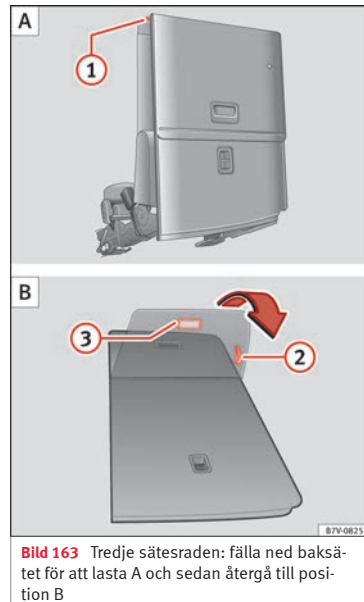

Bild 163 Tredje sätesraden: fälla ned baksätet för att lasta A och sedan återgå till position B
- Dra om nödvändigt i spaken » bild 163 ❷ för att flytta sätet till önskat läge.
- När sätet är nedfällt får inga barn eller andra personer sitta i det » ❸.
- Ta bort alla föremål från fotutrymmet framför och bakom baksätet » ❶.
- Dra spaken » bild 163 ❶ bakåt och fäll ryggstödet framåt. Baksätet fälls framåt » ❷ och sittdynan flyttas också framåt.
- Dra i handtaget » bild 163 ❷ för att ställa tillbaka sätet i rätt läge.
- Dra i handtaget » bild 163 ❸. Hela sätet fälls bakåt.